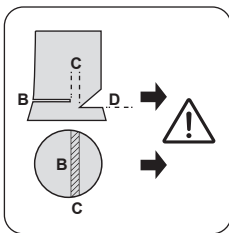

рис. 6
Основной пропил (B) производится выше основания подрезающего подпила (D). Он должен выполняться строго горизонтально. Между основным пропилом и подрезающим подпилком должно остаться недопиленным около  $1/10$  от диаметра ствола. Недопил (C) действует в качестве шарнира. Он не должен перепиливаться ни в коем случае, иначе падение дерева будет неконтролируемым. В основной пропил (B) необходимо своевременно вставлять клинья! (рис. 6)